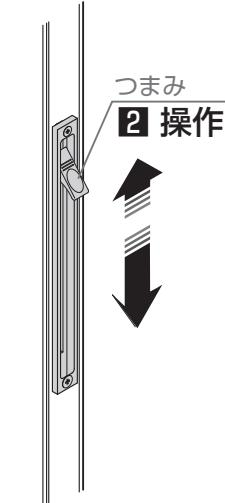

図15-2
- 2: ①で起きたつまみをそのまま上下させて落し棒を操作(図15-2参照)